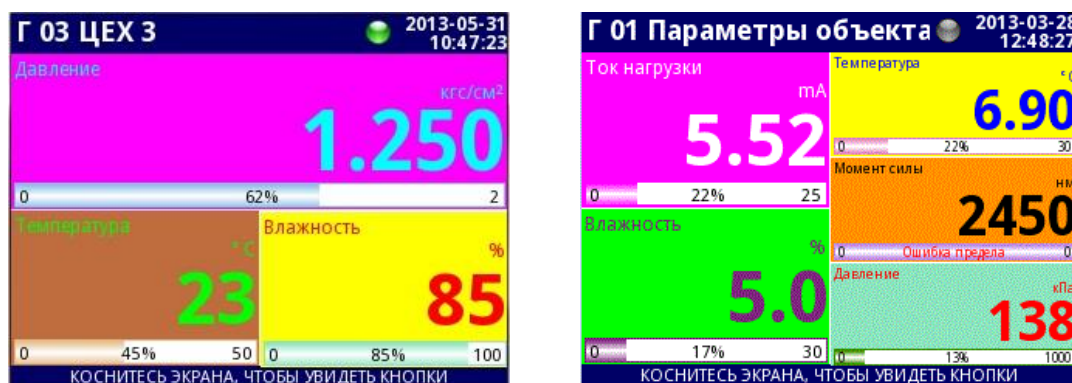

Рисунок 2.10
- в виде числовых значений (рисунок 2.10);